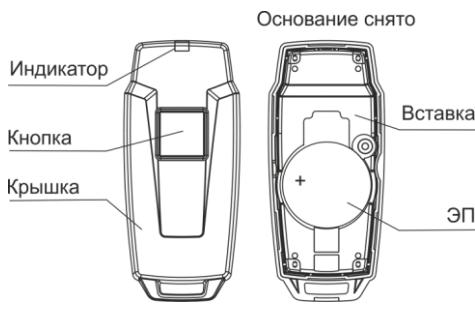

Рисунок 3
**5.2.1** Конструктивно РПД выполнено в виде брелока, состоящего из крышки (лицевая сторона) и основания (рисунок 3).